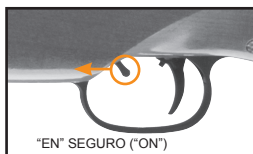

ilustración 2a
- Para colocar en MODO SEGURO (“ON SAFE”) empuje la palanca del seguro hacia adelante, hacia la boca. (**ilustración 2a**)